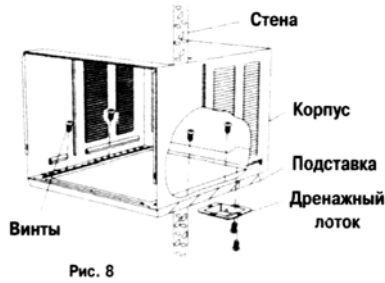

Рис. 8
5. зафиксируйте корпус на подставке (рис.8).
2. установите дренажный лоток (рис. 8) при необходимости удлинительный дренажный шланг может быть присоединен к дренажному колену (рис.3).